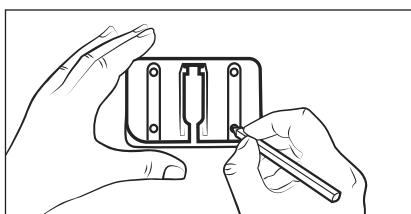

Fig. 5
- 3) Brug vægholderen 18 til markering af de fire borehuller på væggen (se fig. 5).